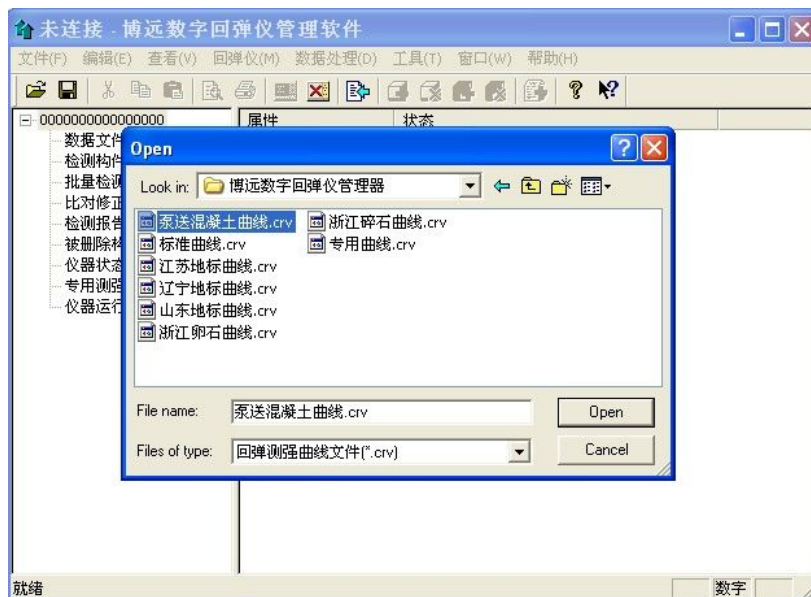

图 1-4
- ii. 在文件选择框中选择管理软件安装路径下的“泵送混凝土曲线.crv”并打开，如图 1-4 所示。